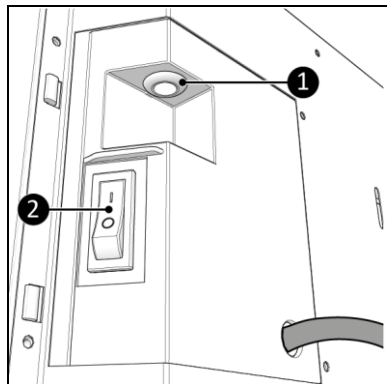

Figura 16
1. Asigurați-vă că comutatorul ON/OFF se află în poziția OFF (Figura 16, poz. 2).
2. Conectați conectorul senzorului de temperatură la mufa senzorului (Figura 16, poz. 1).